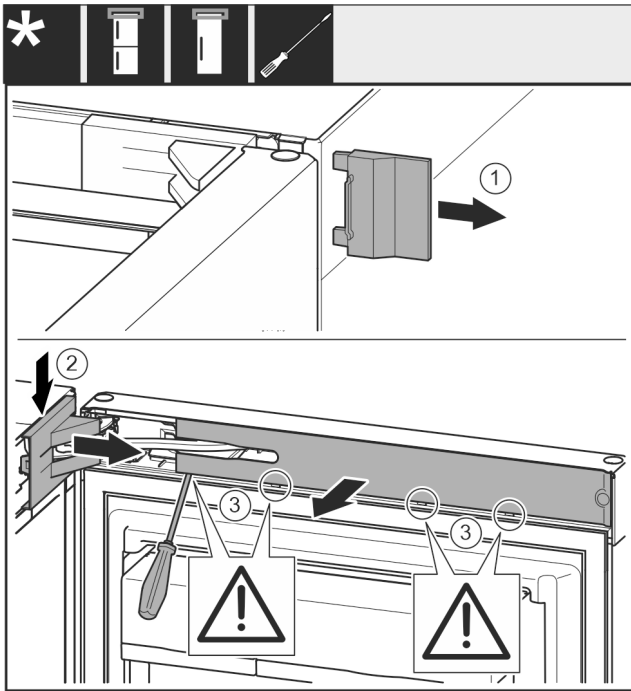

Fig. 8
- Scoateți capacul Fig. 8 (1).
- Deblocați și desfaceți capacul suportului de lagăr Fig. 8 (2).
- Scoateți capacul suportului de lagăr Fig. 8 (2).
- Deblocați masca Fig. 8 (3) cu șurubelnița plată și pivotați-o în lateral.